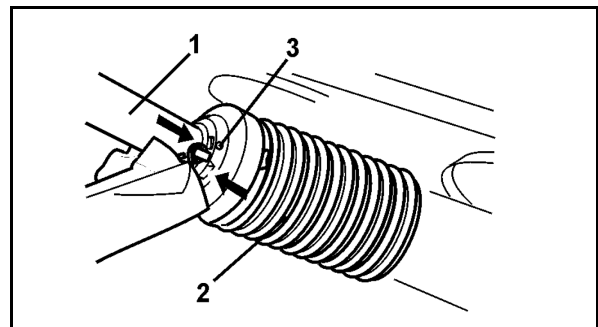

Рис. 53
9. Надягніть половину захисної кришки (Fig. 53/1).
10. Поверніть захисний конус (Fig. 53/2) у позицію блокування.
11. Закрутіть стопорний гвинт (Fig. 53/3).